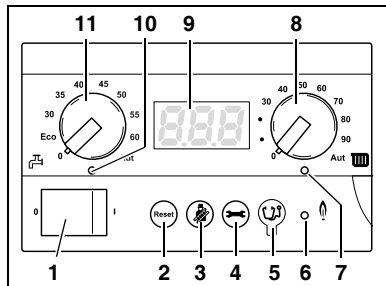

Fig. 8 Regolatore di base BC10
- Attivare l'interruttore di esercizio (fig. 8, **pos. 1**) del BC10 (posizione "1").
- Premere il tasto "Segnalazione di stato" (fig. 8, **pos. 4**) fino alla comparsa della pressione dell'impianto ("P1.Б") sul display (fig. 8, **pos. 9**). Vedere anche 4.1.1, "Menu esercizio normale", pagina 38.